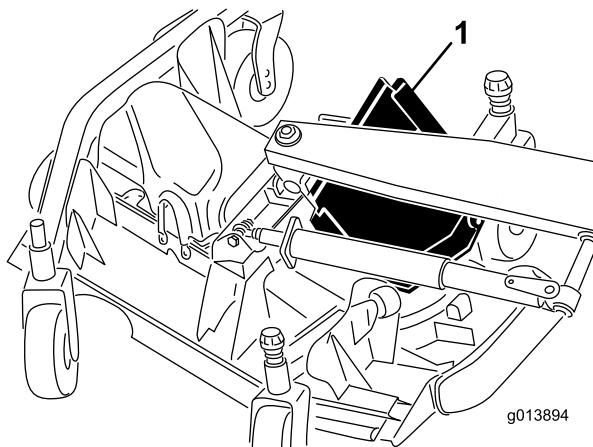

図 49
6. 前側エッジを持ち上げ、これを昇降アームとローラの間へ抜き出す (図 49)。